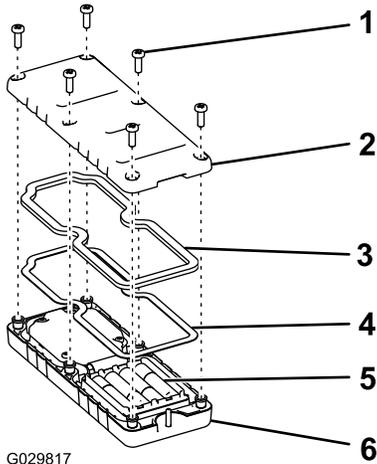

图17
2. 将电池逐一放入电池端子仓位遵循正确的电池极性图 17。
3. 确保钢垫片和橡胶密封件正确放置于遥控器的槽内然后将后盖放回原位图17。
4. 用 6 个螺丝固定后盖图17上紧螺丝扭矩至 1.51.7N·m。